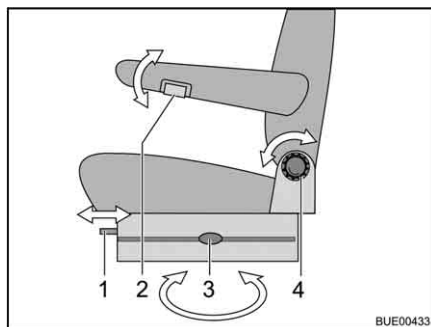

Fig. 26 Sedile del conducente e sedile del passeggero
- Premere la leva (Fig. 26,3) per la rotazione del sedile. L'arresto del sedile si sblocca.